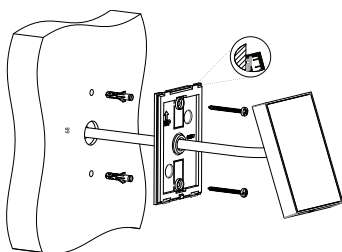

Fig. 2: Installation av kortläsare
3. Rikta in kortläsaren mot monteringsdynans övre kant (bild 2) och klicka fast den.
4. Fäst sedan kortläsaren med låsskruven (4).